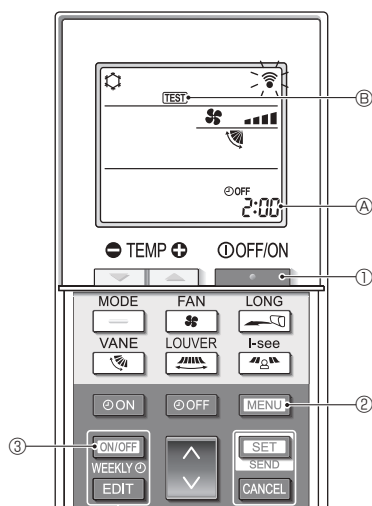

Fig. 7-5
■ Provkörning (Fig. 7-5)
- Tryck på knappen ① för att stänga av luftkonditioneringen.
- Om veckotimern är aktiverad (**WEEKLY** lyser), tryck på knappen ③ för att inaktivera den (**WEEKLY** slocknar).
- Tryck på knappen ② i 5 sekunder.
- Tryck på knappen ②.
- TEST** ⑥ tänds och enheten går in i provkörningsläge.